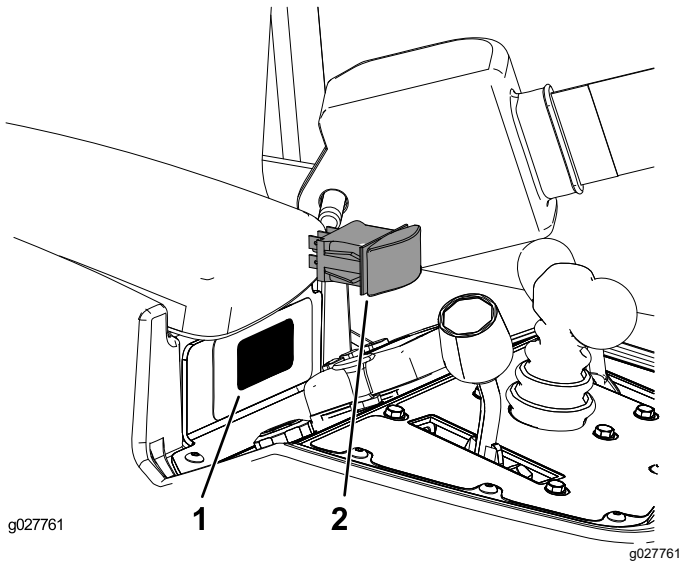

Figure 10
2. En passant par l'intérieur de la console, poussez l'obturbateur hors du trou (Figure 10).
3. Poussez l'interrupteur à bascule dans le trou de montage de la console comme illustré à la Figure 10.